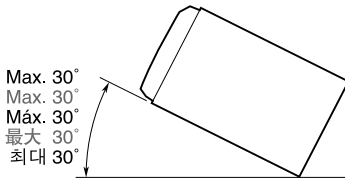

Figure 2 / Figure 2 / Figura 2 / 图2 / 그림 2
- Install the unit within 30° of the horizontal plane. (Figure 2)
- Installez l'appareil à l'horizontale, à un angle maximum de 30°. (Figure 2)